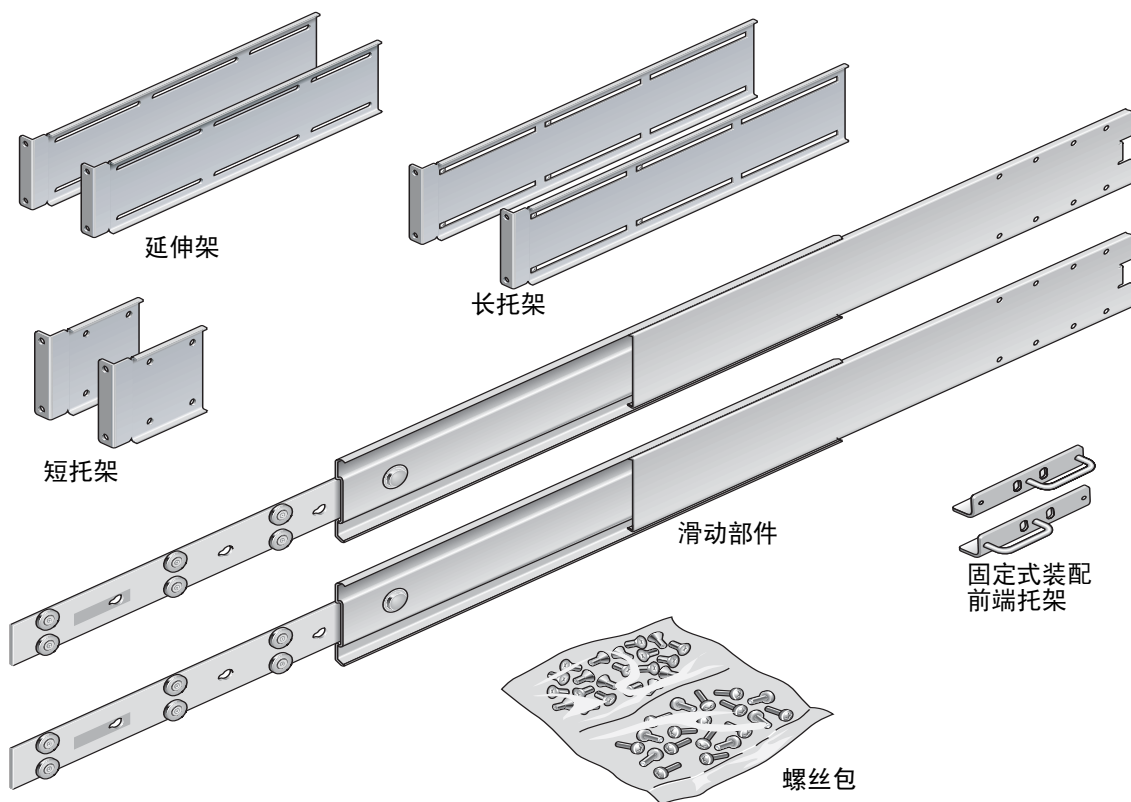

图 3-6 19 英寸四柱机架滑轨式装配套件中的物品
1. 从机架套件中取出固定式装配托架和 M5 × 8 毫米十字平头螺丝（图 3-6）。
3. 从机架套件中取出 Telco 滑动部件（图 3-6）。
6. 从机架装配套件中取出短托架和长托架（图 3-6）。